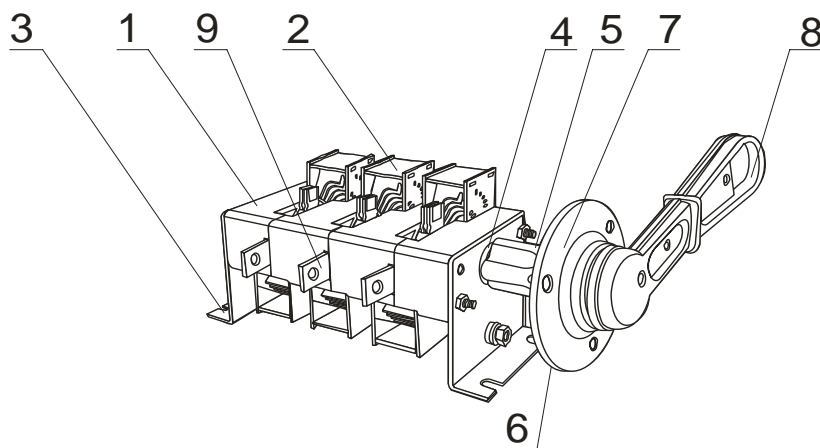

Рисунок 3 — Конструкция аппарата
1.4.1 Конструкция аппарата (смотри рисунок 3) представляет собой сборный из 3-х пакетов пластмассовый корпус 1. В корпусе закреплены неподвижные контакты с выводами 9 и размещен поворотный пластмассовый вал с подвижными контактами. С помощью рукоятки 8 поворотом на угол 90° производятся операции «включение-отключение». Коммутационные положения имеют фиксацию. Для аппаратов с дугогасительными камерами на корпусе устанавливаются дугогасительные камеры 2 по две на каждый полюс. Корпус аппарата крепится на двух металлических панелях 3 с помощью шпилек-стяжек. Панели имеют отверстия (пазы) для крепления аппарата в месте установки. На одной из панелей расположен зажим заземления (при этом допускается переносить зажим заземления на другую панель при наличии соответствующей маркировки).
2.1.2.2 Порядок ввода изделия в эксплуатацию (смотри рисунок 3):